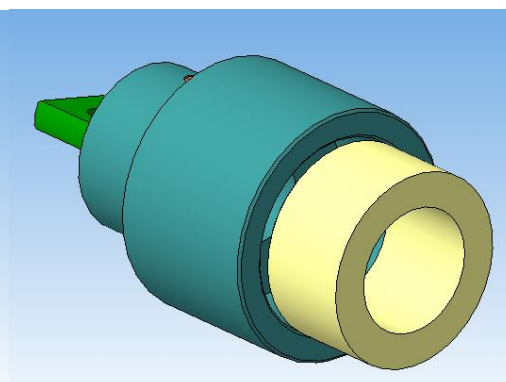

Рисунок 67.
28. В результате получается сборка (рисунок 67).